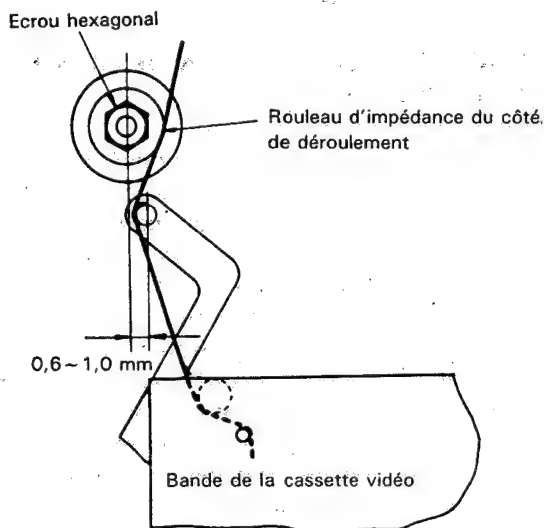

Figure 1-11.
• Vérification de la position (Fig. 1-11)
3. Les bases d'appui A et B (voir à la page 3 aux numéros ⑤② et ⑤③) fonctionnent de manière à extraire la bande de la cassette et, simultanément, la tige de tension se déplace vers la gauche, chargeant ainsi la cassette. A ce moment (mode de chargement), vérifier la position de la tige de tension.